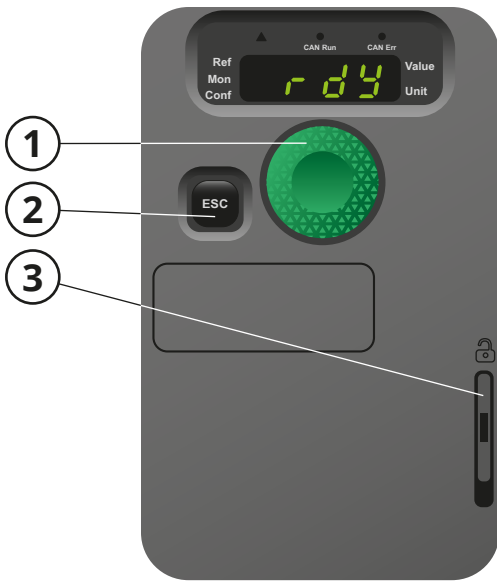

Abb. 1
Die gesamte Programmierung erfolgt mit den Tasten auf der Vorderseite, siehe **Abb. 1**. Der Multifunktionsdrehknopf (Jog Dial, 1) dient zum Navigieren in den Menüs und zum Auswählen oder Bestätigen von Informationen. Die ESC-Taste (2) beendet einen Menü-/Parameterpunkt und löscht einen Wert oder stellt diesen wieder her. Die Frontplatte wird mit einem Knopfdruck geöffnet (3).